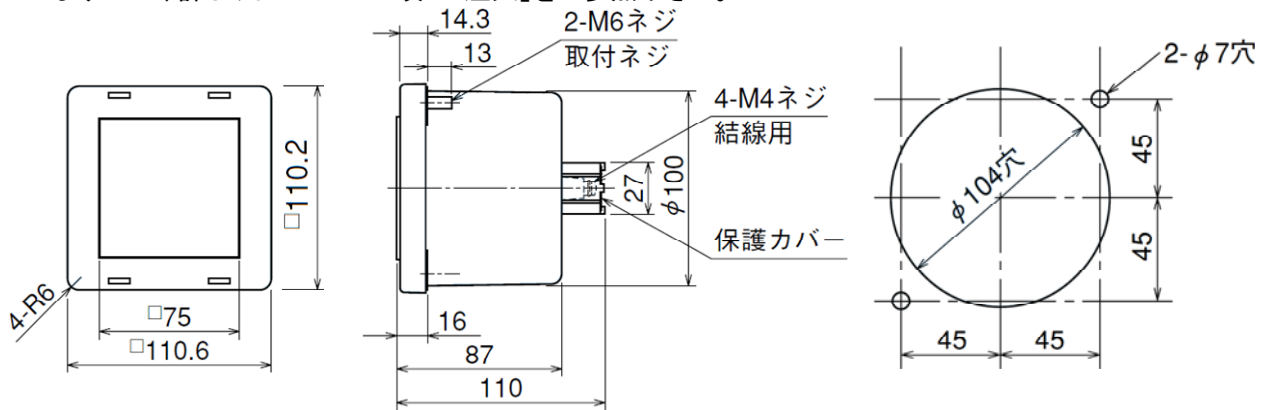

図5 CPS2外形寸法図
外形及び穴空け寸法	図5参照
- (1). 穴加工されたパネルに正面より本装置(図5参照)を差し込みます。次に裏面に付いたねじ2か所を付属の座金・ナットにて閉め込み、確実にパネルに固定して下さい。~~尚、パネル正面以外への取付金具もごさいますので、詳しくはP11の10項「ご注文」をご参照下さい。~~